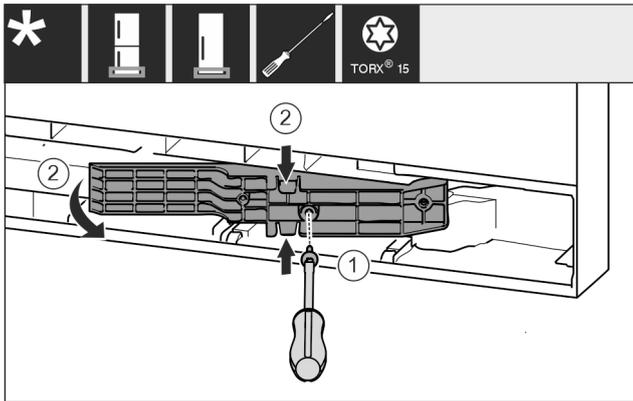

Fig. 9 \*
- ▶ Schrauben mit Schraubendreher T15 lösen. Fig. 9 (1)\*
- ▶ Adapterstück herausziehen. Fig. 9 (2)\*